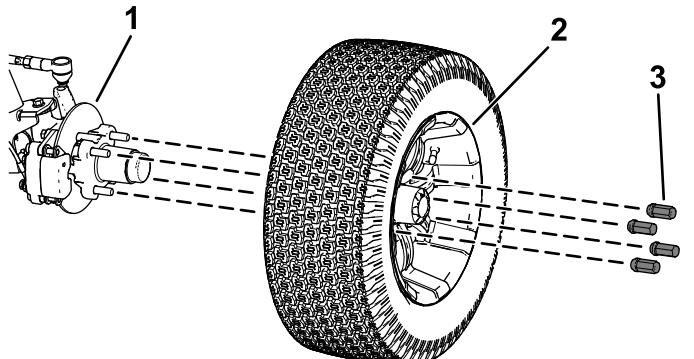

図37
- ホイールをハブに固定しているラグナット4個を外す図37。
4. ホイールをハブに取り付ける。空気バルブを外側に向けて取り付けること図 37。
5. ラグナットを使用して、ハブにホイールを取り付ける図 37。